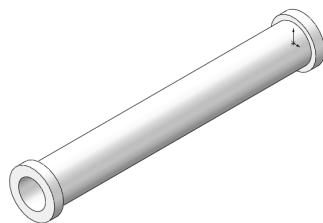

图 4-25 另侧拉伸
**07** 重复 **04** ~ **06**，在另一端创建拉伸体，结果如图 4-25 所示。